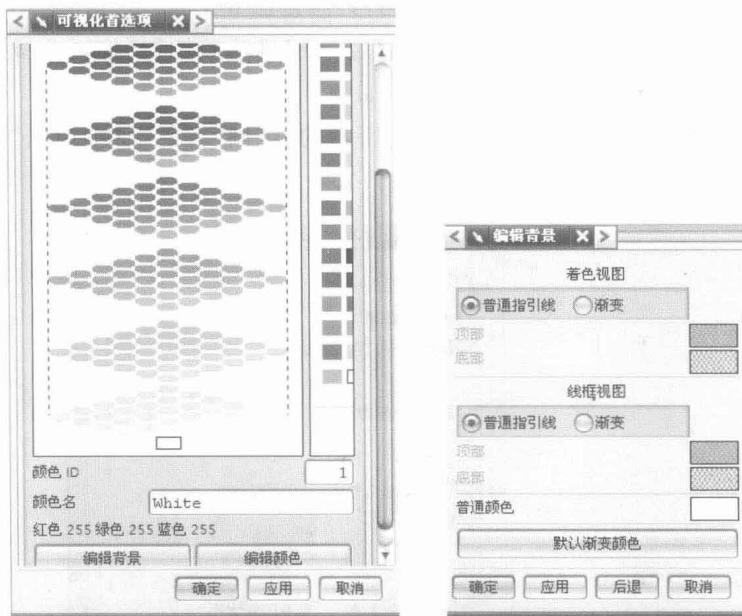
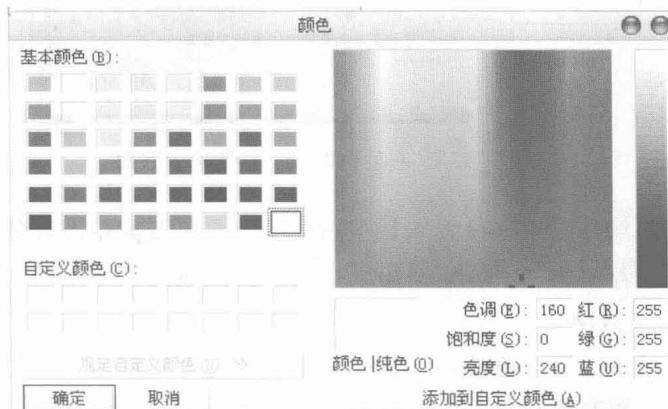

图 1.7 “可视化首选项”对话框和“编辑背景”对话框
图 1.8 “颜色”对话框
① 单击菜单【首选项】|【可视化】命令。
② 在弹出的“可视化首选项”对话框中单击【编辑背景】按钮,弹出“编辑背景”对话框,如图 1.7 所示。
③ 选择“着色视图”和“线框视图”栏中的“普通指引线”单选按钮。
④ 单击“普通颜色”栏的带色彩的方框,进入“颜色”对话框,如图 1.8 所示。
⑤ 在“基本颜色”栏中选择白色,单击【确定】按钮。
⑥ 单击“编辑背景”对话框中的【确定】按钮。
⑦ 单击“可视化首选项”对话框中的【确定】按钮。